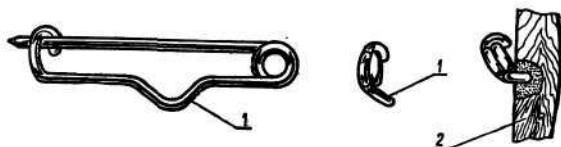

Рис. 26. Булавка для деревянной броши:
**Булавка для броши.** Булавка, встроенная в деревянную брошь, должна легко, но не произвольно, застегиваться и отстегиваться. Булавка, которую автор дополнил выгибом 1 предотвращающим ее вращение и обеспечивающим прочное закрепление в древесине броши, показана на рис. 26. При этом пружинящий завиток, острое и запорная петля булавки выступают из тела броши. Форму булавки выбирают так, чтобы запорная петля располагалась зевом вниз. Такое положение обеспечивает удобное прикалывание броши и предохраняет ее от случайного расстегивания. Булавку изготавливают из проволоки нержавеющей стали диаметром 0,8—1 мм. Булавка не должна выступать за пределы броши. Запорную петлю и выгиб 1 выполняют с помощью плоскогубцев или круглогубцев, а пружинящий завиток навивают на металлический стержень (например, гвоздь или спицу) диаметром 2—2,5 мм. Выгиб 1 располагают к булавке под углом 130—135°. Острие затачивают напильником, шлифуют мелким абразивным бруском и доводят на войлоке с полировочной пастой (например, пастой ГОИ).